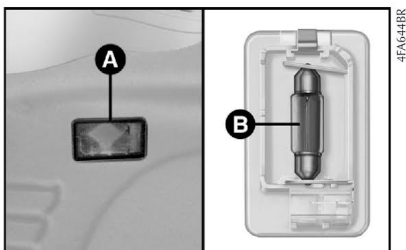

fig. 46
- 1) Retirar o grupo porta-lâmpadas e a lente **A**-fig. 46 empurrando com uma chave de fenda a lingueta de retenção.